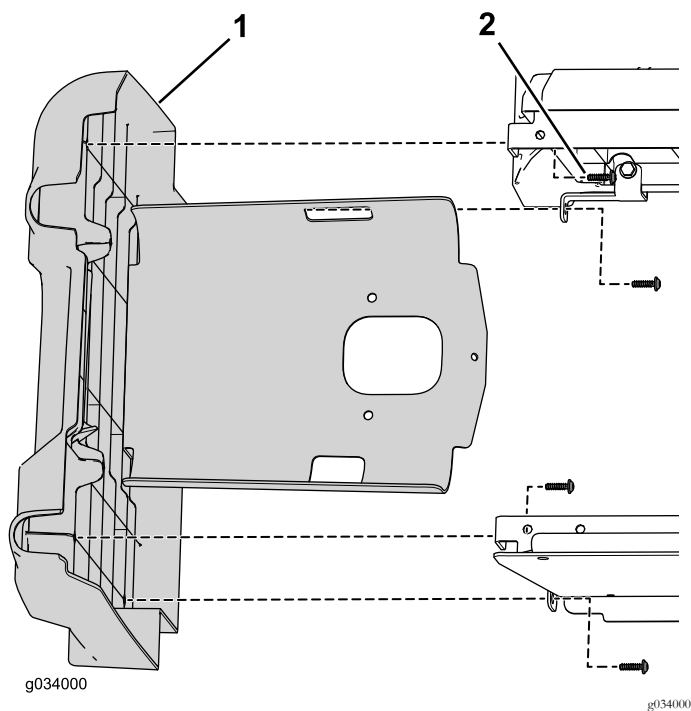

Figure 3
6. Retirez les 4 vis qui fixent le panneau gauche à la partie inférieure de l'ensemble sièges (Figure 3).